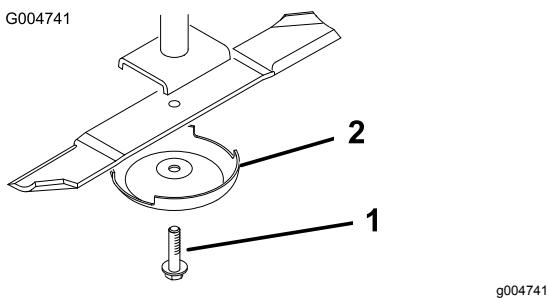

Figura 112
3. Retire o parafuso da lâmina, o recipiente antidanos e lâmina do eixo (Figura 112).